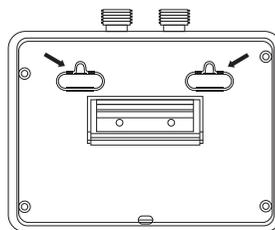

Рис. 3
- После установки шурупов навесьте на них водонагреватель. Места крепления указаны стрелками (рис. 3).
Установите два крепежных шурупа, вкручиваемые в дюбеля в стене, где будет установлен водонагреватель. Места крепления водонагревателя показаны на рис. 3 и 4. Шляпки шурупов должны выступать от стены на расстояние, необходимое для навески на них водонагревателя, чтобы обеспечить надежное крепление и прилегание к стене. Встроенные трубки прибора должны быть расположены вертикально. Трубки входа холодной воды (синий) и выхода горячей воды (красный) обозначены соответствующими цветами. При монтаже необходимо это учитывать и подсоединять арматуру в соответствии с окраской. После монтажа нагревателя все соединения следует проверить на герметичность.